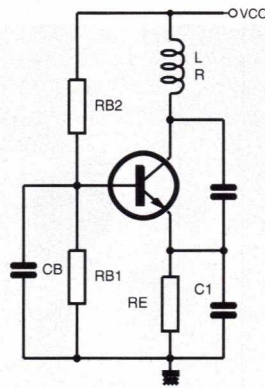

Figure 3
c) C'est en effectuant cette dernière manœuvre que l'on obtient le montage dit «COLPITTS» dont le schéma concret (à l'aide du transistor bipolaire conventionnel) est donné **figure 3** et où R_{b1} ,